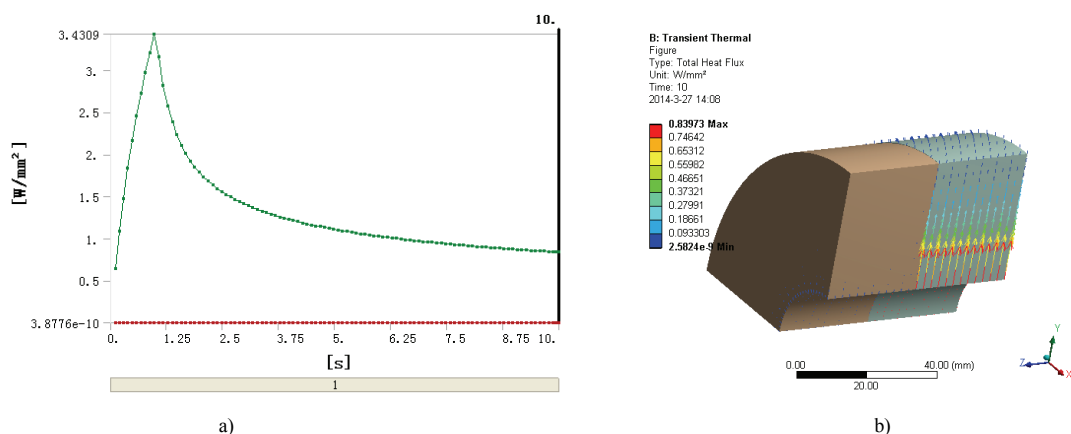

图 22-20 热流结果
7) 在 Outline 树结构图中的 Total Heat Flux 上单击右键, 在弹出的快捷菜单中选择 Evaluate All Results, 此时进行求解, 求解后得到的图形如图 22-20 所示。